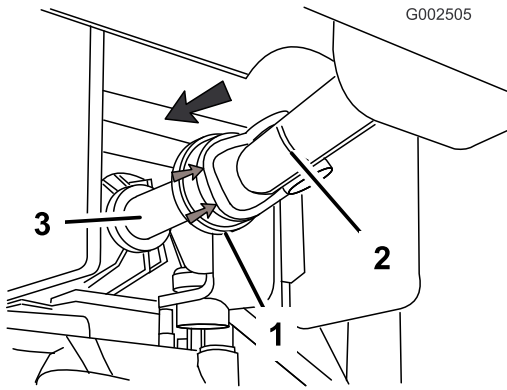

Рисунок 10
1. На передней вилке вала привода механизма отбора мощности совместите гнездо передней вилки со шлицами выходного вала механизма отбора мощности в мосту с коробкой передач (Рисунок 10).
2. Потяните назад фиксатор пружины (резиновый кожух) на передней вилке вала привода механизма отбора мощности (Рисунок 10).
3. Наденьте гнездо передней вилки на шлицы выходного вала (Рисунок 10).
4. Нажмите вперед на фиксатор пружины передней вилки вала привода механизма отбора мощности (Рисунок 10).
5. Потяните назад переднюю половину вала привода и убедитесь в том, что шарики фиксатора пружины находятся в канавках выходного вала механизма отбора мощности (Рисунок 10).